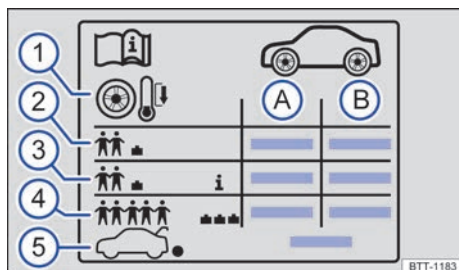

Fig. 270 Símbolos en el adhesivo de la presión de inflado de los neumáticos.
Datos que figuran en el adhesivo de la presión de inflado de los neumáticos → **fig. 270**:
En función del vehículo, el adhesivo de la presión de inflado de los neumáticos puede incluir una presión de inflado de confort → **fig. 270** ③. La presión de inflado de confort permite aumentar el confort de marcha. Cuando se circula con la presión de inflado de confort, puede que se incremente el consumo de combustible. ▶